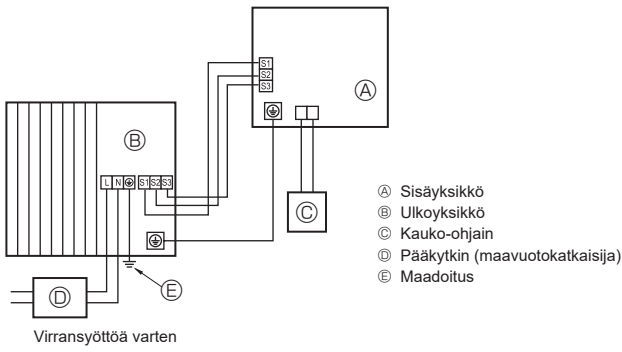
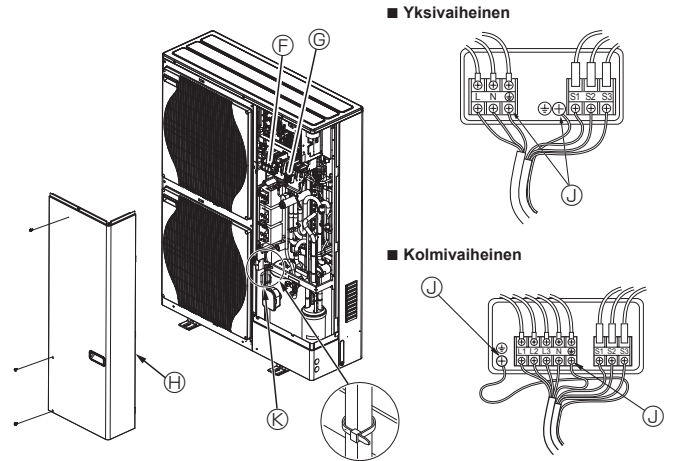

Fig. 5-1
Fig. 5-2
### 5.1. Ulkoyksikkö (Fig. 5-1, Fig. 5-2)
- ① Irrota huoltopaneeli.
- ② Johdota kaapelit Fig. 5-1 ja Fig. 5-2 mukaisesti.